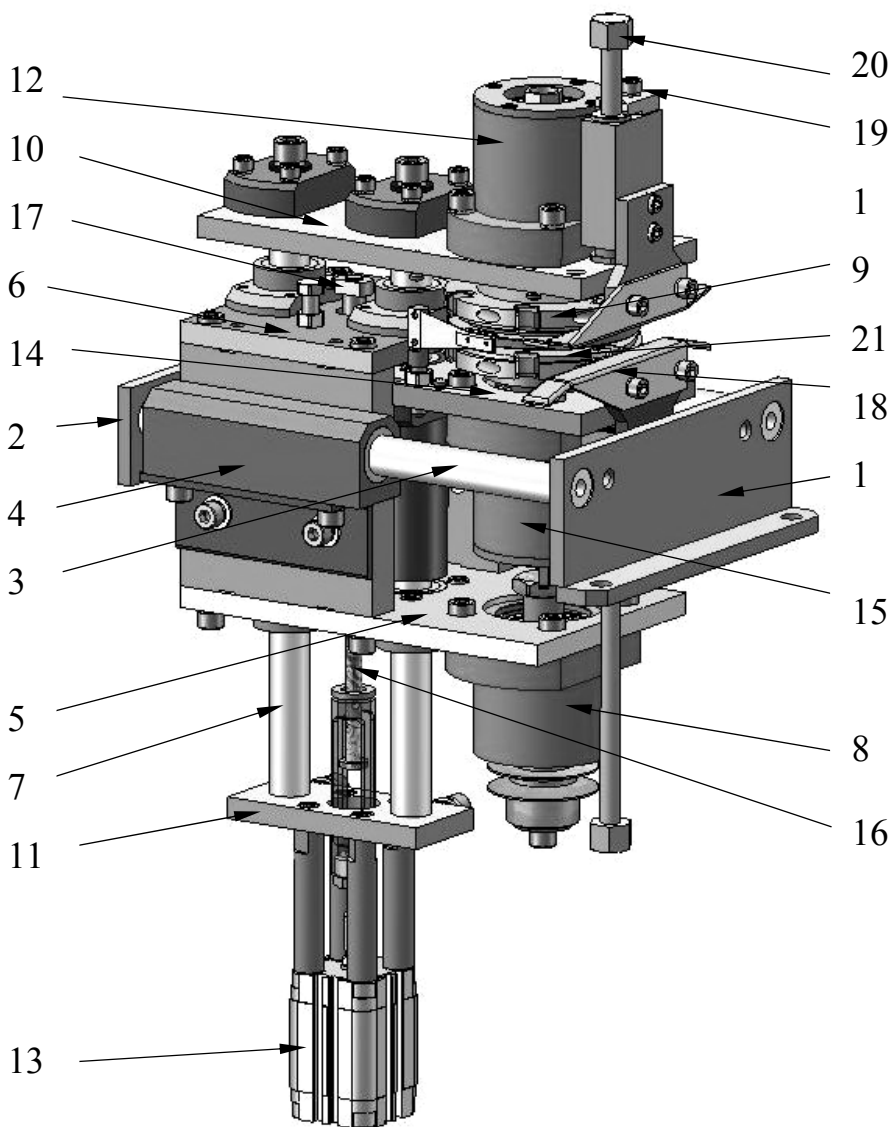

Рис.5. Фрезерный узел
3.2. Фрезерный узел (Рис.5) закреплен на верхнем каркасе (6 рис.1) стола посредством двух пластин (1) и (2). Он имеет